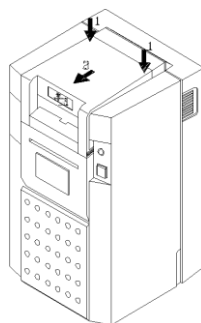

Рис. 3.1.1
2. Аккуратно нажмите крышку и поднимите ее на себя, чтобы снять крышку. (См. рисунок 3.1.1 и 3.1.2)